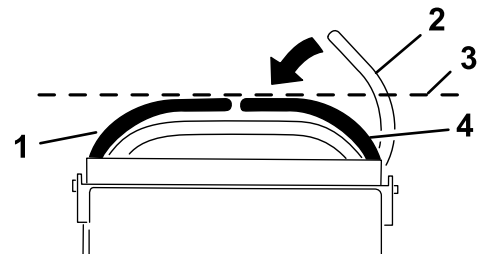

Figura 59
4. Controllate l'allineamento orizzontale delle leve di comando del movimento (Figura 59).